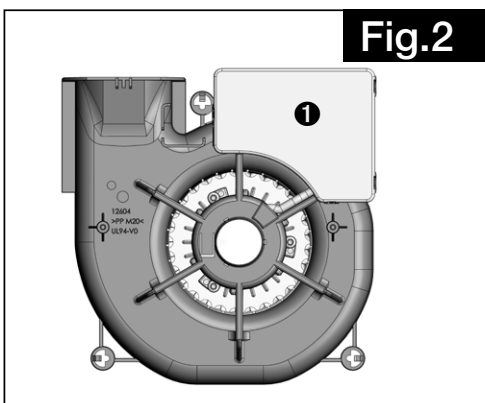
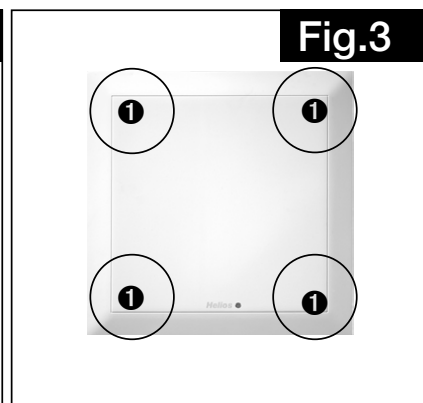

Fig.2
Fig.3
- Placer directement le smartphone sur le couvercle de la platine (voir Fig.2, point de contact ❶) de l'appareil ELS NFC.. non monté.
- Placer le smartphone sur la protection de façade (voir Fig.3, point de contact ❶) de l'appareil ELS NFC.. monté (voir le marquage de position du point de contact). Au cas où il n'est pas possible d'établir un contact, voir Fig.2/Fig.3 et description 4.2.1 points 1 à 4).
Selon la position de montage (direction de rejet), il existe quatre positions possibles pour le point de contact ❶ (voir Fig.3). Le point de contact ❶ se situe au-dessus du système électronique (voir Fig.2).
Placez le smartphone sur la surface de contact ❶ (voir Fig.3) et connectez-le à l'appareil ELS NFC.. Si le contact NFC n'est pas possible, retirez le filtre (voir point 2).
Tenir/poser le smartphone à plat sur le point de contact ❶ (voir Fig.3/Fig.7). Si les mesures indiquées aux points 1 à 2 ne suffisent pas, l'unité de ventilation doit être démontée („6.6 Démontage des ventilateurs“ à la page 20).